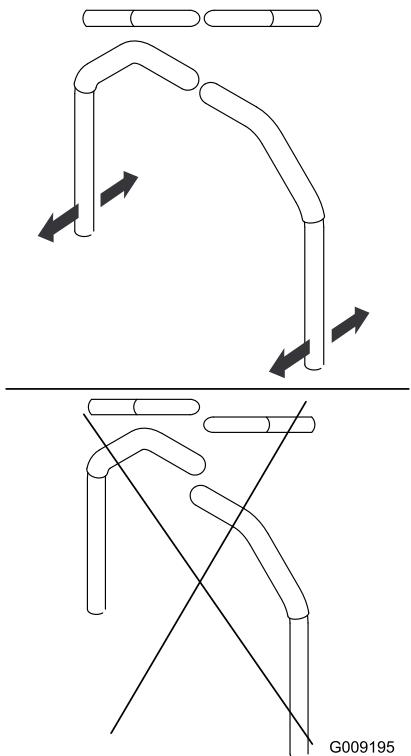

Figure 61
- Alignez la position avant-arrière des poignées en les ramenant en même temps à la position point mort, puis en les déplaçant jusqu'à ce qu'elles soient correctement alignées (Figure 61).